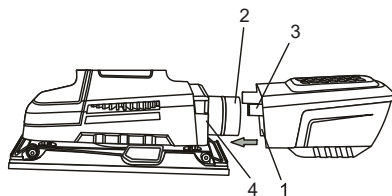

Fig. 1
1. Inserte la manga del conjunto de la caja del conducto para el polvo (1) en el conducto para el polvo (2) (Fig. 1).